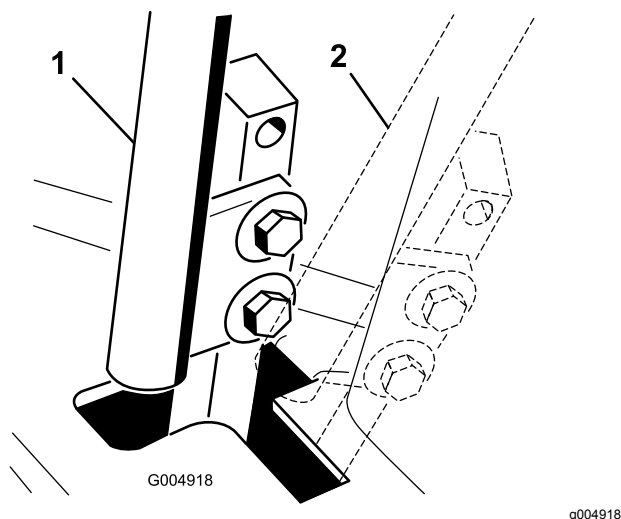

Figure 51
4. Placez le levier de commande au POINT MORT, **sans le verrouiller** (Figure 51).
6. Vérifiez la position du levier par rapport au cran de la console (Figure 51).